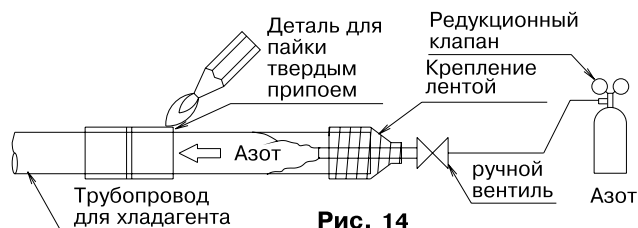

Рис. 14
- При пайке трубопровода для хладагента твердым припоем, сначала выполните продувку азотом, или выполните пайку (примечание 2) при подаче азота в трубопровод для хладагента (примечание 1), затем подсоедините комнатный блок с помощью раструбных соединений. **(См. рис. 14)**